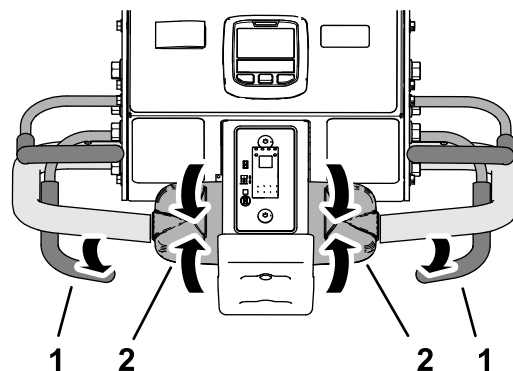

Рисунок 96
1. Если вы опустили вал аэратора, отпустите штангу аэрации (Рисунок 96).